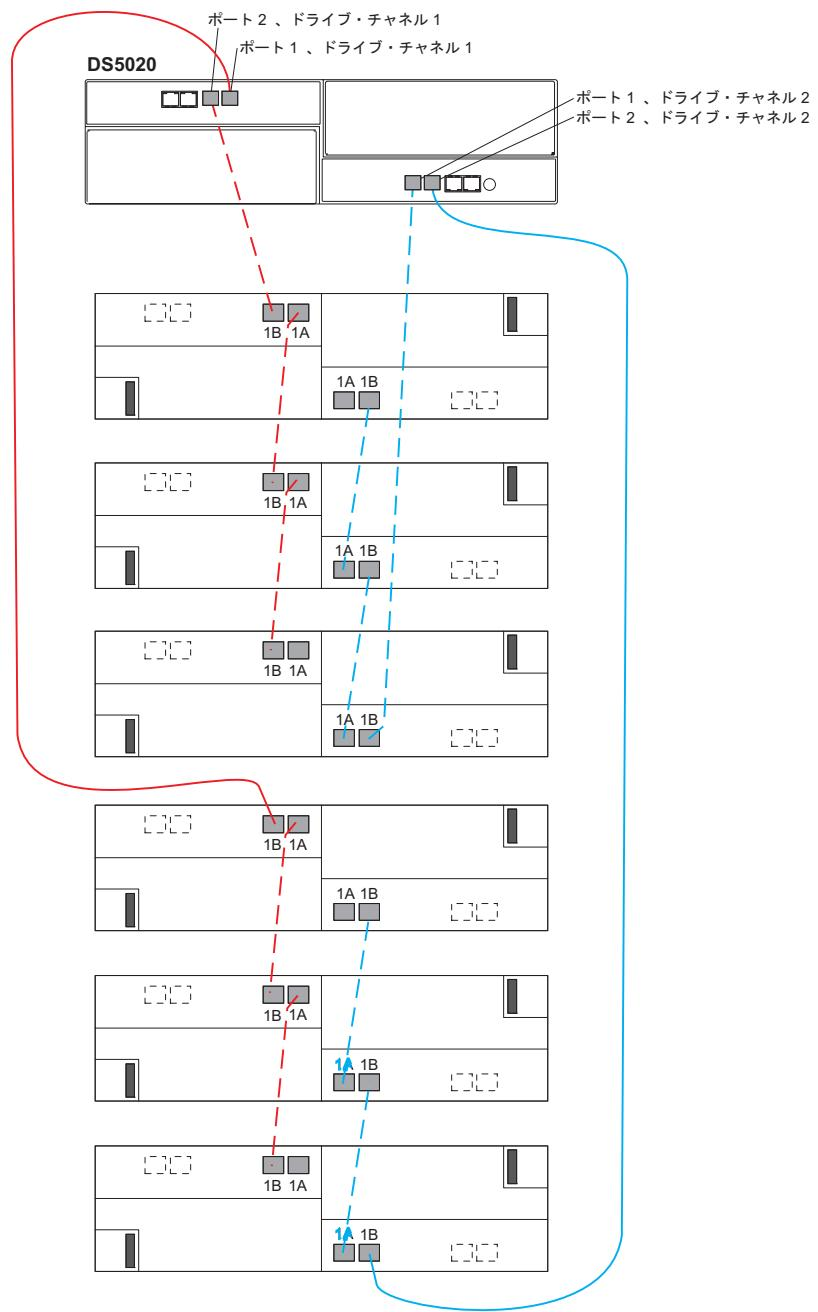

図 42. 1 つの DS5020 と最大 6 つのストレージ拡張エンクロージャーのケーブル接続
1 つの DS5020 ストレージ・サブシステムと 6 つまでのストレージ拡張エンクロージャーをケーブル接続する場合、図 42 に正しいケーブル接続トポロジーが示してあります。
7. 6 個のストレージ拡張エンクロージャーを DS5020 に接続する場合、両方のドライブ・チャネル内のすべてのポートを使用します。ケーブル接続トポロジーについては、74 ページの図 42 を参照してください。